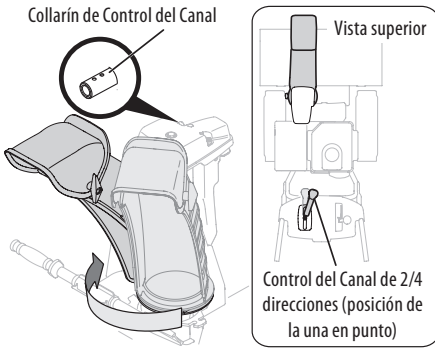
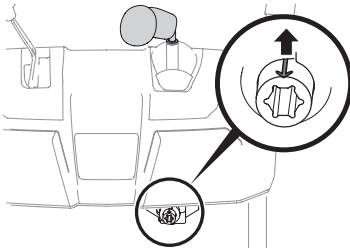

Figura 22
Figura 23
4. Oprima el disparador que está sobre el control del canal de 2 direcciones/4 direcciones y rote el canal a mano para que quede mirando hacia adelante. Los orificios del collarín del control del canal estarán mirando hacia arriba (Figura 22).
5. Gire el control del canal de 2 direcciones/4 direcciones hasta la posición de la una en punto (Figura 22) de modo que la flecha indicadora que está sobre el piñón diferencial debajo de la manija del control mire hacia arriba (Figura 23).